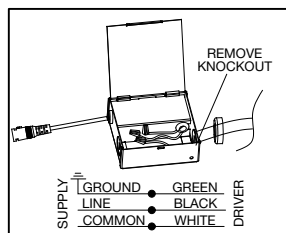

fig. 2
2. Ouvrez le couvercle du boîtier en J fourni et utilisez des écrous pour effectuer les branchements avec l'alimentation électrique. Placez les épissures dans le boîtier en J avant de fermer le couvercle (fig. 2).